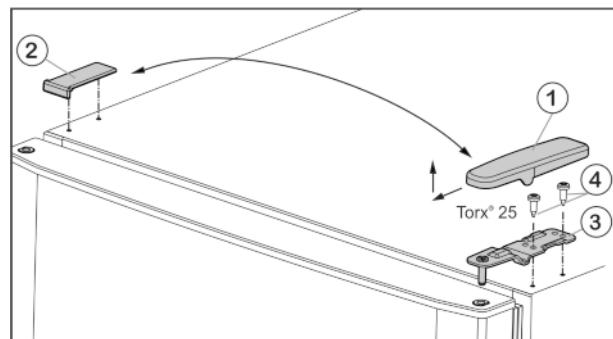
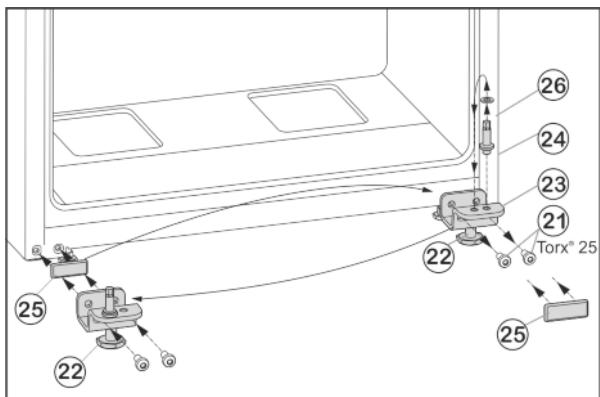

Fig. 4
Fig. 6
- Потяните крышку Fig. 4 (1) вперед и вверх.
- Снимите крышку Fig. 4 (2).
- Открутите верхний опорный кронштейн Fig. 4 (3)(2 шт. Torx® 25) Fig. 4 (4) и вытяните вверх.
- Открутите крепежные винты Fig. 6 (21).
- Снимите нижний опорный кронштейн Fig. 6 (23) вместе с опорным пальцем Fig. 6 (24), шайбой Fig. 6 (26) и регулируемой опорой Fig. 6 (22).
- Открутите опорный палец Fig. 6 (24) вместе с шайбой Fig. 6 (26) и, переставив в отверстие на противоположной стороне опорного кронштейна, снова прикрутите.
- Аккуратно снимите защитную пластину Fig. 6 (25) и переставьте ее на противоположную сторону.
- Прикрутите нижний опорный кронштейн Fig. 6 (23) вместе с опорным пальцем Fig. 6 (24), шайбой Fig. 6 (26) и регулируемой опорой Fig. 6 (22) с другой стороны шарнира (**с моментом 4 Нм**), при необходимости используйте аккумуляторный шуруповерт.
- Установите нижнюю дверцу сверху на опорный палец Fig. 6 (24).
- Вставьте средний опорный кронштейн (13) с поворотом на 180° в нижнюю дверцу и прикрутите с помощью крепежных винтов (11)(2 шт. Torx® 25) на новую сторону шарнира (**с моментом 4 Нм**).
- Снова установите пластиковую шайбу (10).
- Установите верхнюю дверцу на средний опорный кронштейн (13).
- Установите верхний опорный кронштейн Fig. 4 (3) на новой стороне шарнира и защелкните в дверце.
- Привинтите верхний опорный кронштейн (**с моментом 4 Нм**)(2 шт. Torx® 25) Fig. 4 (4). При необходимости используйте аккумуляторный шуруповерт.
- Наденьте и защелкните крышку Fig. 4 (1) на противоположной стороне снаружи.
- Также наденьте сверху и защелкните крышку Fig. 4 (2) на противоположной стороне.
- Выверните регулируемую опору Fig. 6 (22) на нижнем опорном кронштейне Fig. 6 (23) до ее соприкосновения с полом.